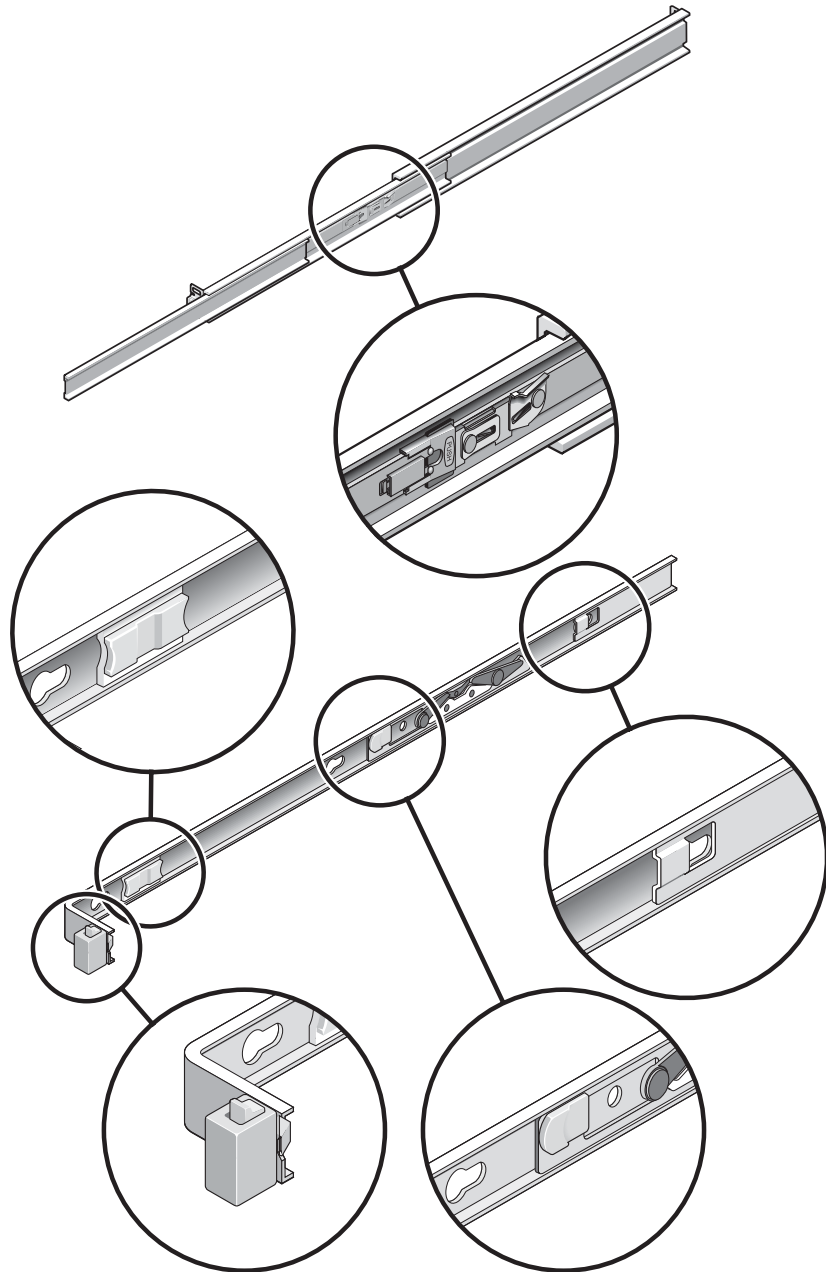

図 1-5 スライドレール構成部品のロックの位置
- スライドレール構成部品には、合計 5 つのロック (図 1-5) があることに注意してください。4 つのロックが固定部品にあります。1 つのロックがスライドレールの前面セクションにあります。ロックの使用については、第 2 章の取り付け手順を参照してください。